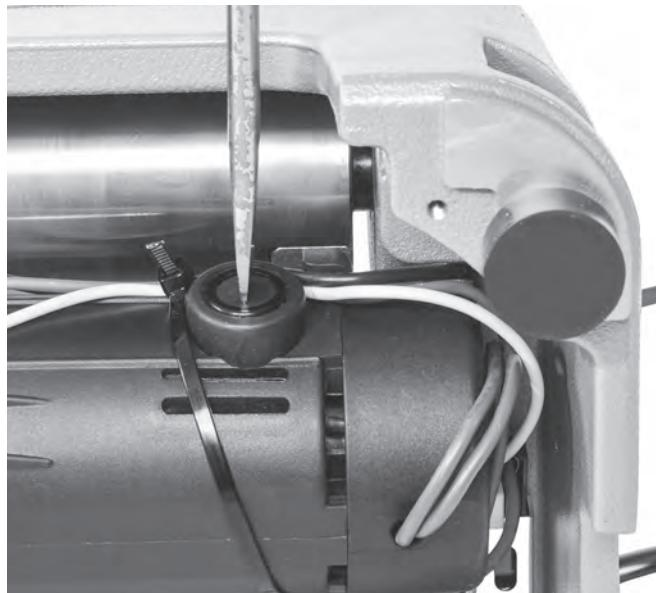
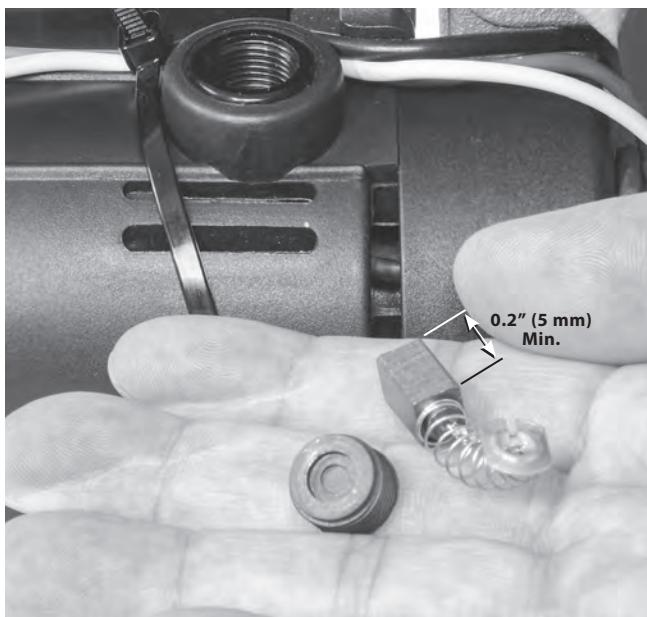

Abbildung 17 – Entfernen der Bürstenkappe
Abbildung 18 – Überprüfen der Bürstenlänge
3. Verwenden Sie einen Schraubendreher, um die Bürstenkappen (*Abbildung 17*) zu lösen und zu entfernen. Entfernen Sie die Kohlebürsten vorsichtig und prüfen Sie die Länge (*Abbildung 18*). Wenn die Bürstenlänge weniger als 5 mm (0,2") beträgt, wechseln Sie die Bürsten.